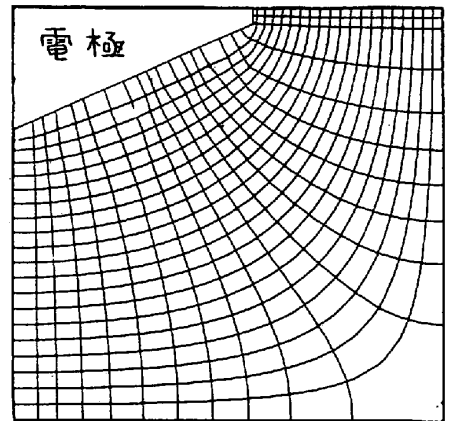
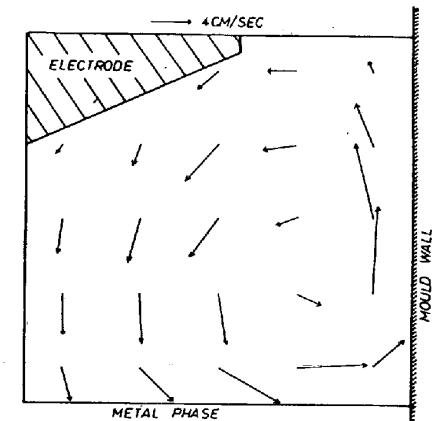

図1 等電位線と電流線
図2 流速分布
3. 結果 図1に(1), (2)式を解いて得られた等電位線と電流線の一例を示す。図2に(1)~(7)式を連立して解いて得られた計算結果を示した。図2はスラグの粘性が、1 centipoise の場合で、最大流速は約 9 cm/sec であったが、粘性を 1 poise にした場合には、約 2 cm/sec となった。